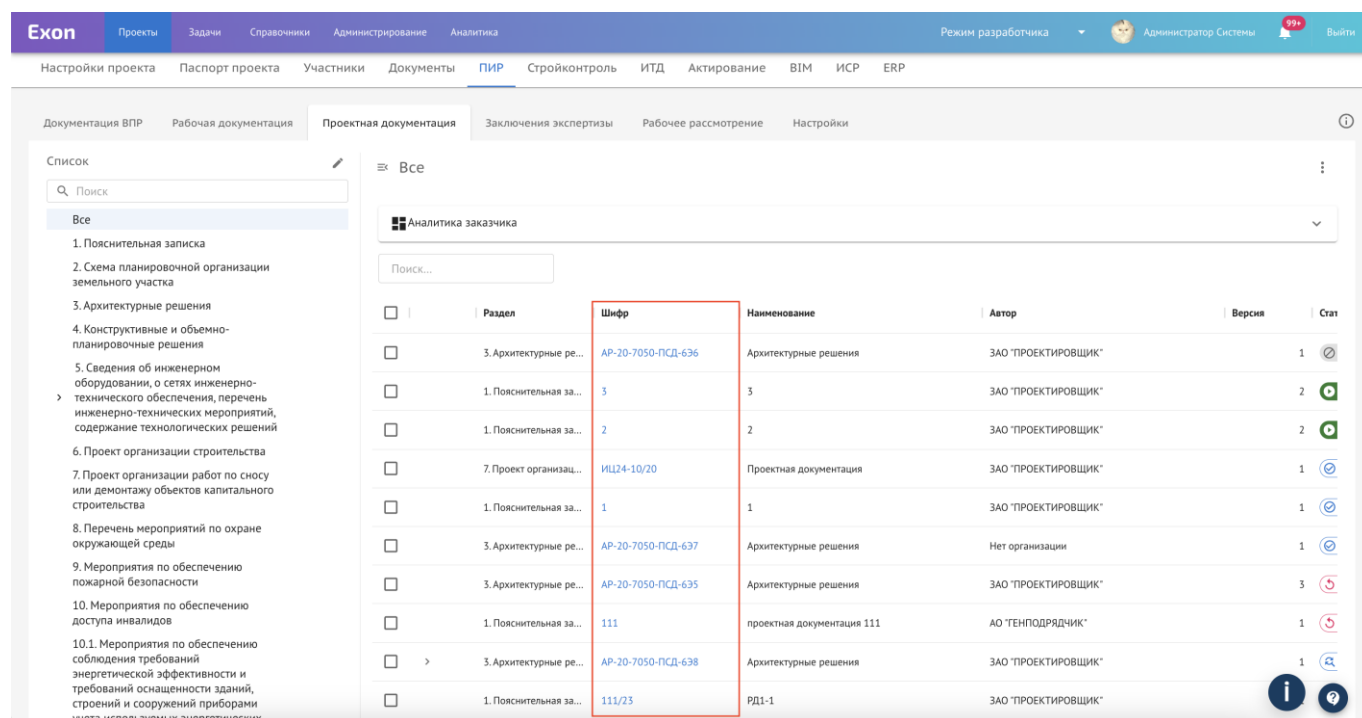

Рис. 84 - Ссылка на окно просмотра
Вкладка История содержит весь подробный маршрут действий, которые совершались с документом, она фильтруется (1), а также делится по версиям (2). При добавлении комментариев к документу они отображаются в истории и маршруте согласования (рис. 84).
Чтобы перейти в окно просмотра документа необходимо нажать на ссылку в столбце Шифр из реестра файлов (рис. 84) или из карточки документа, нажав на ссылку под полем «Документ для согласования».